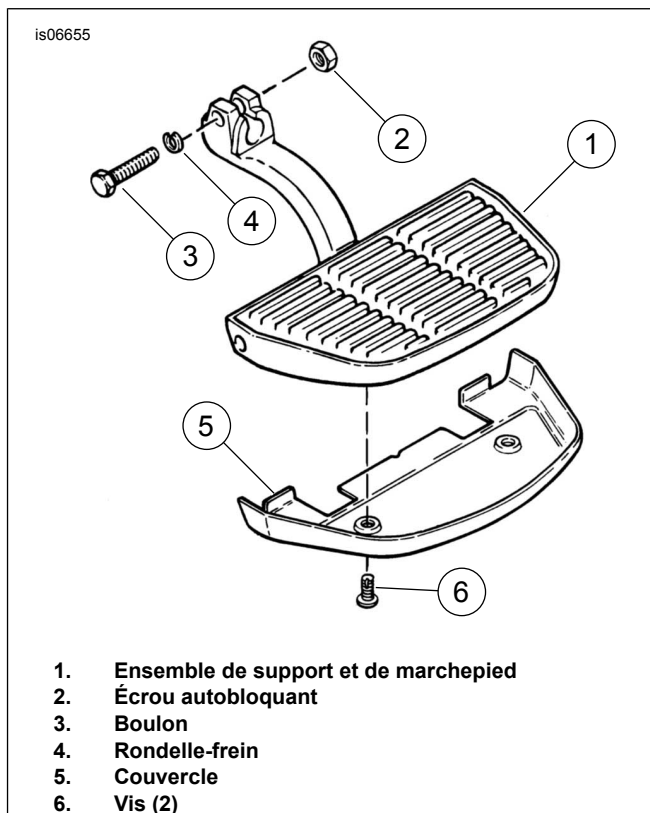
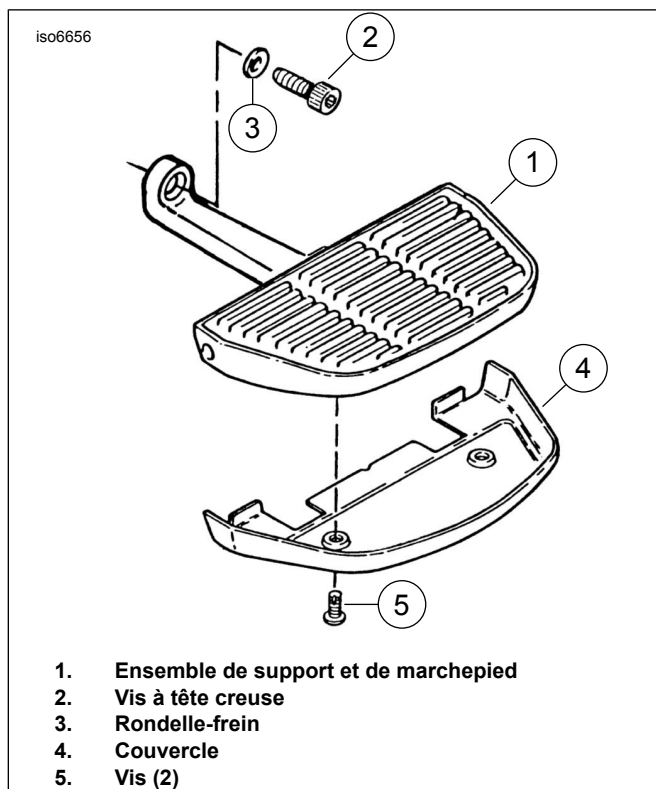

Figure 1. Ensemble de marchepied passager - Marchepieds accessoires sur les modèles jusqu'en 1992
Figure 2. Ensemble de marchepied passager - Modèles Touring à partir de 1993
- a. **Marchepieds accessoires sur les modèles jusqu'en 1992 :** Voir la figure 1. Démonter le marchepied passager et son support (1) des goujons de montage situés sur la moto. Suivant le type de support de marchepied utilisé, ceci peut nécessiter le démontage de l'écrou autobloquant (2) et du boulon (3), ou le démontage du boulon (3) et de la rondelle-frein (4) au niveau du moyeu double du support de marchepied. Conserver toute la visserie pour le remontage.
- b. **Modèles Touring de 1993 et plus récents :** Voir la figure 2. Démonter le marchepied passager et son support (1) des goujons de montage situés sur la moto. Ceci nécessite de démonter la vis à tête creuse hexagonale (2) et la rondelle-frein (3) des supports de marchepied. Conserver toute la visserie pour le remontage.
3. Voir Figure 1 et Figure 2. Retirer tous les caches déjà installés sur les marchepieds, le cas échéant.